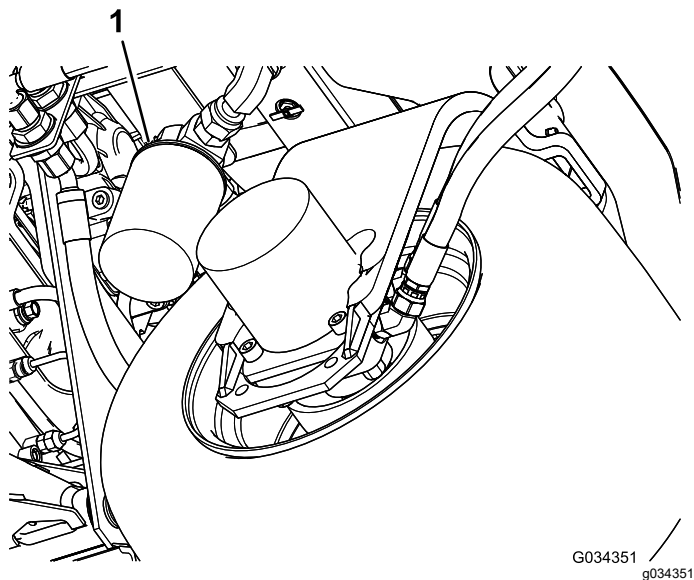

Рисунок 96
2. Очистите область вокруг места крепления фильтра. Поместите поддон под фильтр (Рисунок 96), а затем снимите фильтр.